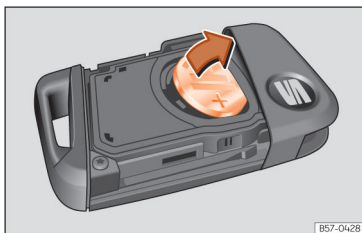

Рис. 50 Ключ автомобіля: виймання батарейки
- Підчепіть батарейку та дістаньте її з відсіку >>> **рис. 50**.
- Установіть у відсік нову батарейку таблеткового типу >>> ①.